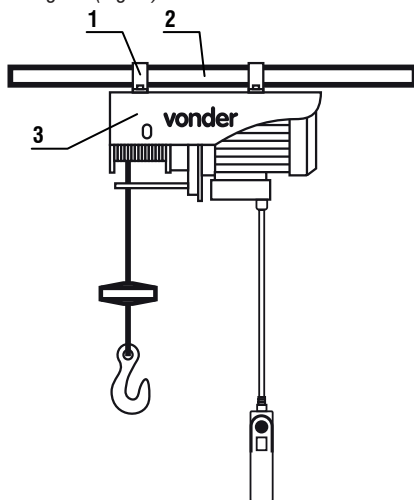

Fig. 3 – Fijación de la grúa en el soporte
- *La fijación de la grúa eléctrica (3) en el soporte (2) (no acompaña el soporte) ocurre a través de dos abrazaderas (1) 45 mm x 45 mm que están posicionadas en la parte superior de la estructura de la grúa (Fig. 3).*